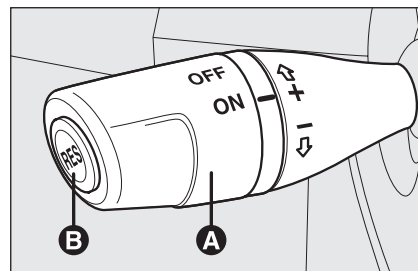

fig. 47
Tourner la bague **A-fig. 47** en position **ON**.
- tourner la bague **A-fig. 47** sur **ON** et appuyer sur la pédale de l'accélérateur jusqu'à atteindre la vitesse souhaitée;
- appuyer sur le bouton **RES B-fig. 47**.
- en appuyant sur la pédale de l'accélérateur; dans ce cas, le système n'est pas effectivement désactivé mais la demande d'accélération a la précedence sur le système; le cruise control reste quand même actif, sans avoir besoin d'appuyer sur le bouton **RES B-fig. 47** pour revenir aux conditions précédentes une fois l'accélération terminée.